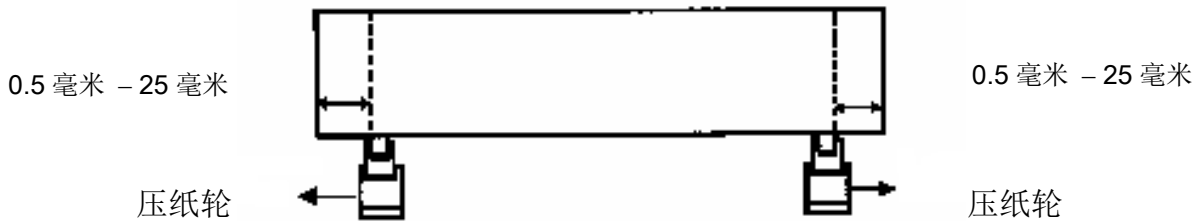

图 4-12
1. 如果介质的长度小于 4 米，请在介质的左右两边各留出 0.5—25 毫米的边距（图 4-12）。